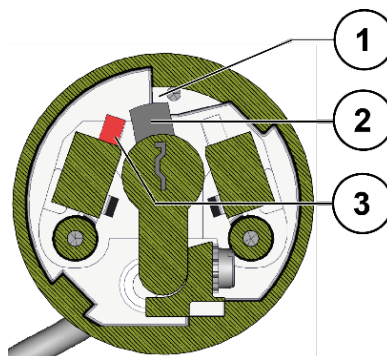

Abb. 5: Position Schließbart
- ▶ Drehen Sie den Schlüssel leicht nach links, siehe Abb.: 5.